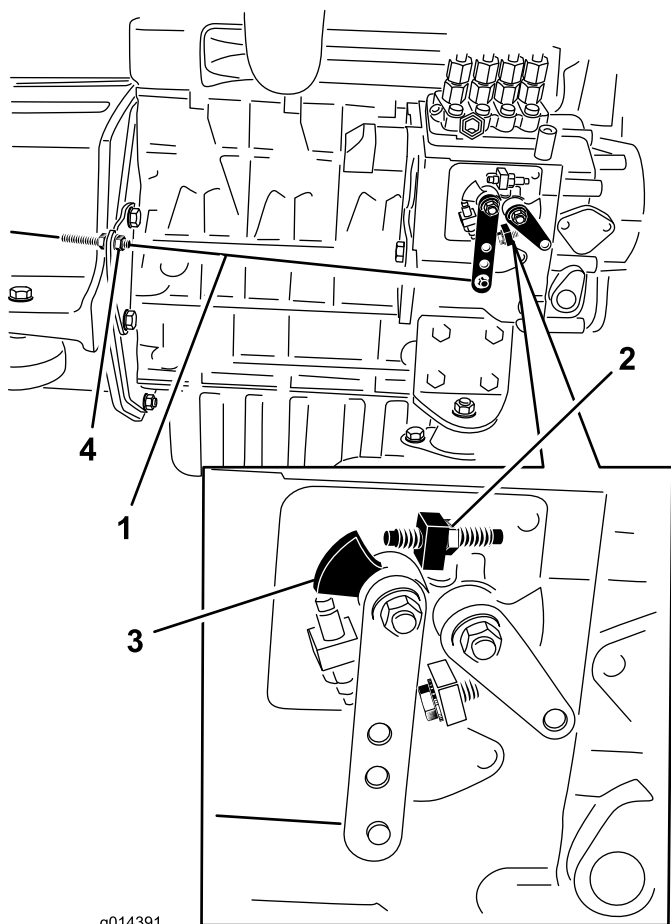

**Figura 37**
1. Togliete il tappo di spurgo (Figura 37) e lasciate defluire l'olio in una bacinella.
3. Togliete il filtro dell'olio (Figura 37).